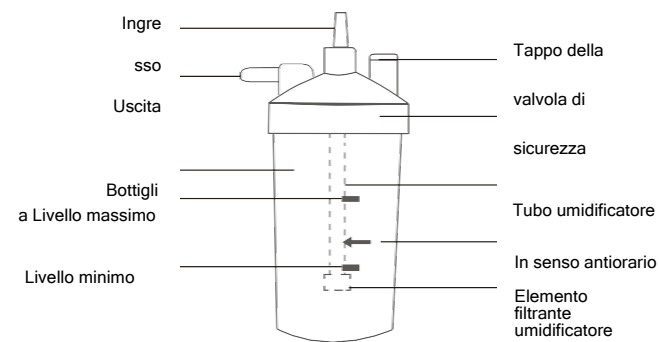

Figura 5: Componenti dell'umidificatore
1. Svitare la bottiglia dall'umidificatore in senso antiorario. Riempire la bottiglia con acqua pura (o acqua distillata) fino al livello compreso tra MASSIMO e MINIMO. Non riempire la bottiglia dell'umidificatore oltre il livello MASSIMO. (Figura 5)